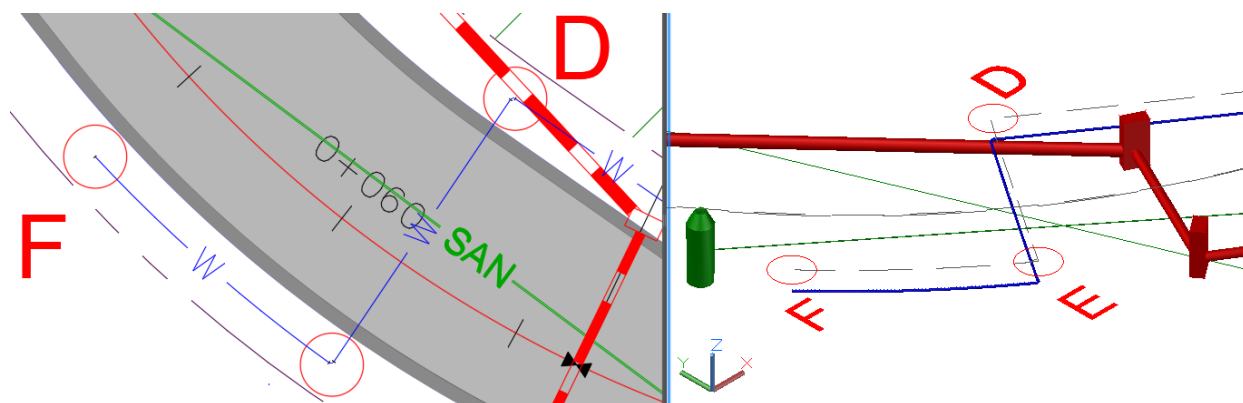

Рис. 2.6. Новая водопроводная линия, включающая отвод с углом 90° в центре окружности E и криволинейный участок трубы между центрами окружностей E и F
15. В командной строке щелкните по слову *Кривая*, чтобы применить параметр **Кривая**. Щелкните в любой точке между окружностями E и F, затем выполните привязку к центру окружности F. Нажмите клавишу **Esc**, чтобы завершить выполнение команды. Вставляется новый отвод с углом 90°, а также криволинейный участок трубы, построенный от центра окружности E до центра окружности F (рис. 2.6).